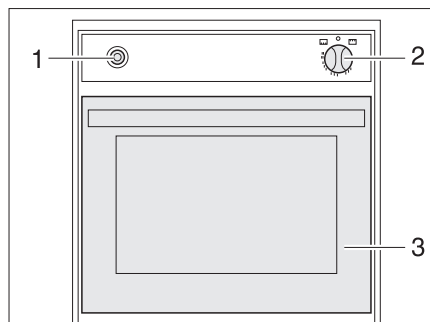

Fig. 235 Four à gaz (Spinflo)
- Ouvrir entièrement le portillon du four (Fig. 235,3).
- Enfoncer légèrement le bouton tournant (Fig. 235,2) et le placer sur "four" ou "GRILL" (grill).
- Enfoncer le bouton tournant (Fig. 235,2) et le maintenir enfoncé pendant 5 à 10 secondes. Le gaz s'écoule vers le brûleur.
- Appuyer plusieurs fois sur l'interrupteur d'allumage (Fig. 235,1) jusqu'à ce que la flamme se consume.
- Tourner le bouton tournant (Fig. 235,2) sur "O". La flamme s'éteint.